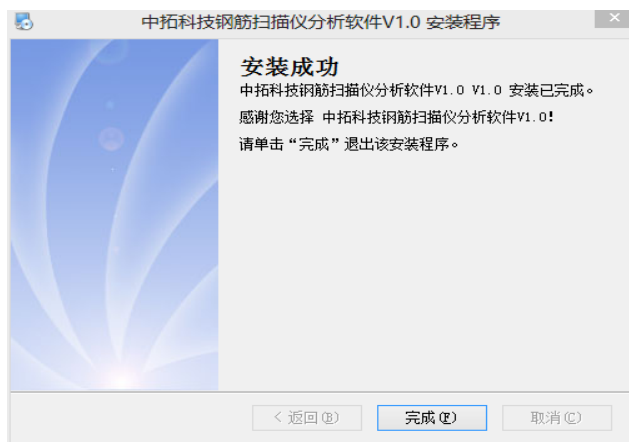

图 6-3-3
4、当显示图 6-3-3 界面时，点击 **完成** 程序安装完成。